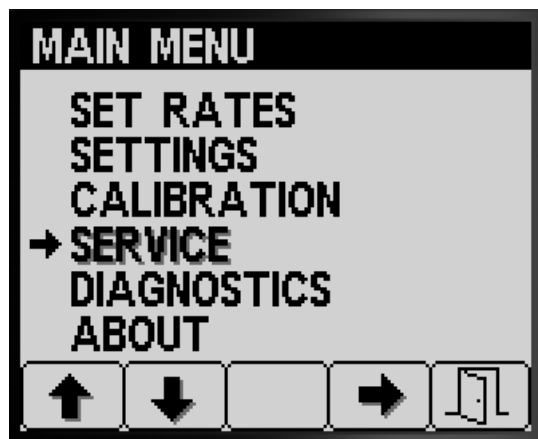

Figura 79
1. PARA ACCEDER A LA PANTALLA SERVICE (MANTENIMIENTO), PULSE EL BOTÓN 2 EN LA PANTALLA MENÚ PRINCIPAL PARA DESPLAZARSE A LA OPCIÓN service Figura 79 (Mantenimiento); consulte Acceso a la pantalla del Menú principal \(página 5\).
2. Pulse el botón 4 para seleccionar el submenú SERVICE (Mantenimiento) (Figura 79).